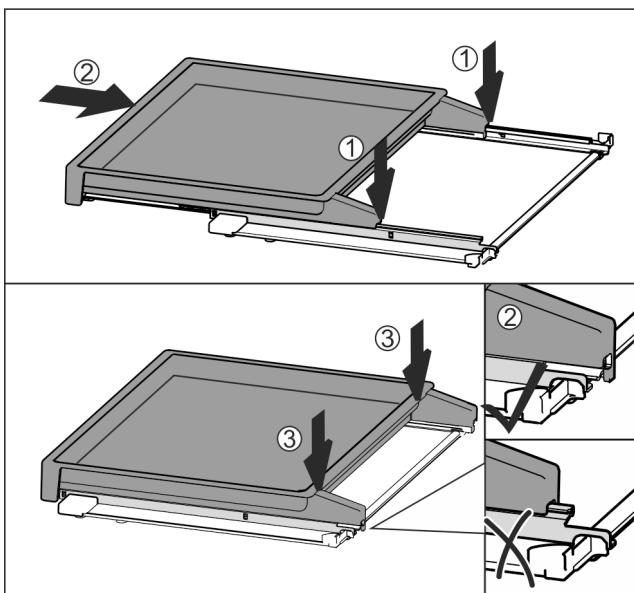

Fig. 51
- Встановіть по центру на рейки Fig. 51 (1).
- Повністю вставте витяжну панель Fig. 51 (2).
- Натиснути на задній бік, доки вона не зафіксується зі звуком Fig. 51 (3).